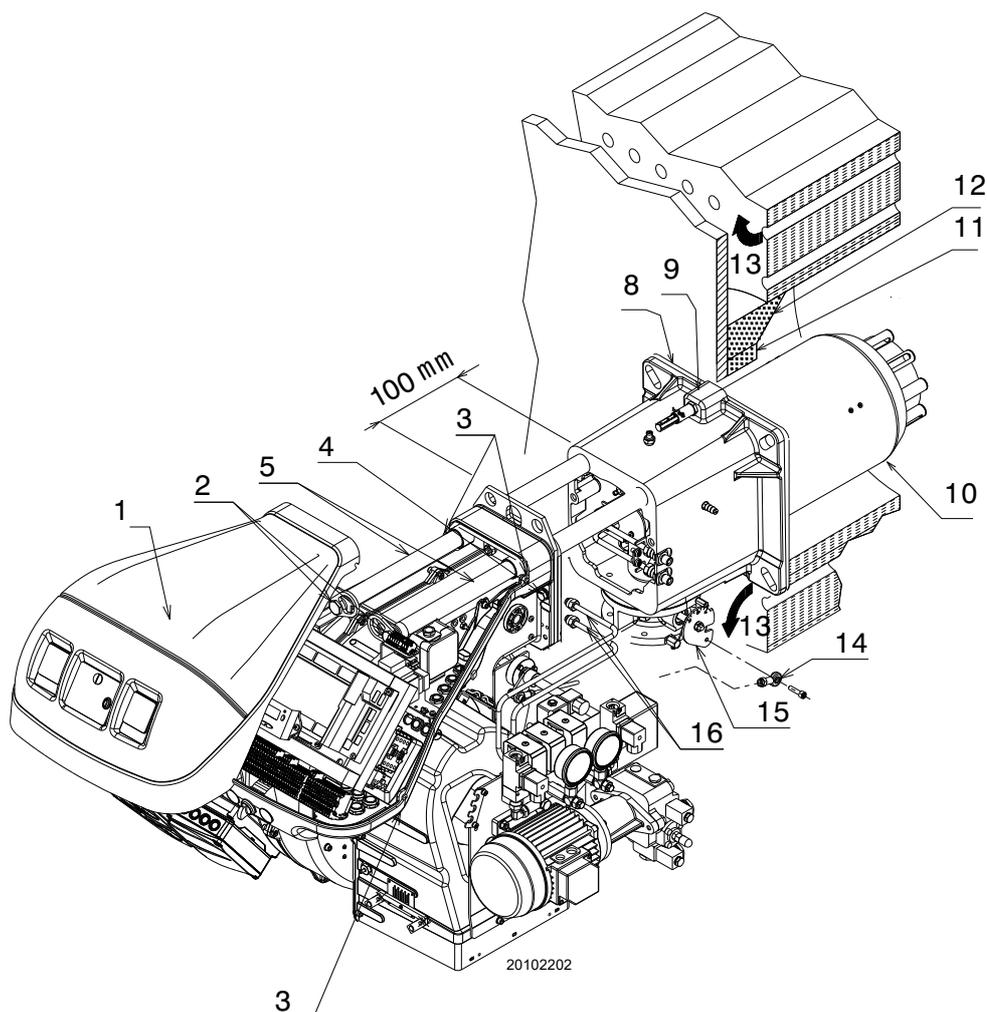

Fig. 16
Pour les chaudières avec circulation des fumées sur l'avant (Fig. 16), ou avec chambre à inversion de flamme, réaliser une protection en matériau réfractaire (11), entre le réfractaire de la chaudière (12) et l'embout (10).
Séparer ensuite la tête de combustion du reste du brûleur (Fig. 16). Pour ce faire, agir comme suit:
- remonter le brûleur sur les glissières 3) à 100 mm environ du manchon 4), brûleur dans la position illustrée dans la Fig. 16;